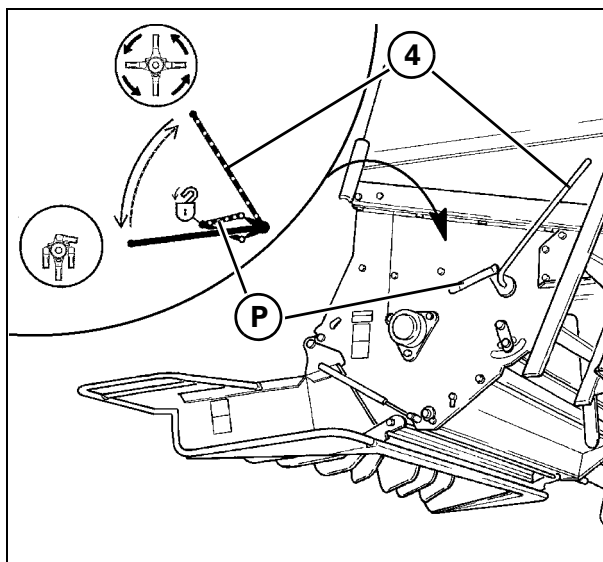

Рис. 25
- 2.) С помощью рычага управления (4 Рис. 25) отпустите дефлектор солом (1) (в зависимости от стороны движения).
- 3.) Откройте зажимы (2) с обеих сторон пластины дефлектора. Поднимите крышку (3) и заблокируйте ее в таком положении при помощи стержня (4).